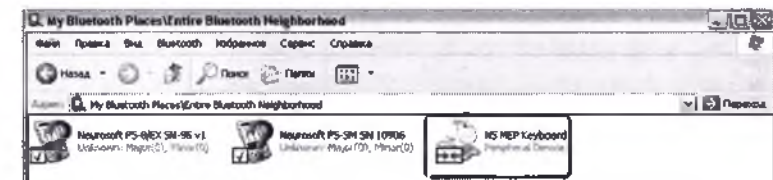

Рис. 21
- Произойдет установка необходимых драйверов, после этого клавиатура будет подключена и ее можно будет использовать (рис. 21).